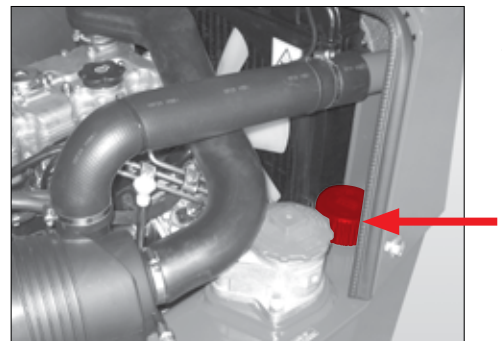
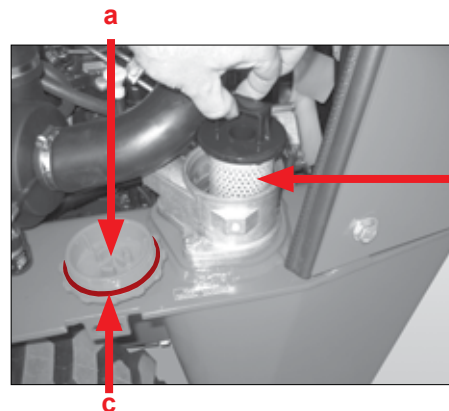

Fig. 101
Fig. 105
Ventilationsfilteret sidder på den hydrauliske olietank Pos. 1 (Fig. 101). Det sørger for ventilation og udluftning af den hydrauliske tank ved svingende hydraulisk oliestand. Ventilationsfilteret indeholder et filterelement, som forhindrer støv og snavs i at trænge ind samt oliestænk i at trænge ud. I ventilationsfilteret sidder der en ventil, som holder tanktrykket på ca. 0,5 bar. Dette tryk slipper ud, hvis den hydrauliske oliestuds åbnes!
11. Luk studsene til påfyldning af hydraulisk olie pos. 1 (Fig. 101).
- ▶ Åbn forsigtigt studsene til påfyldning af hydraulisk olie pos. 1 (Fig. 101), så trykket kan slippe ud af tanken.
1. Åbn studsene til påfyldning af hydraulisk olie pos. 1 (Fig. 101).
5. Luk studsene til påfyldning af hydraulisk olie pos. 1 (Fig. 101).
1. Tag filterindsatsen pos. b (Fig. 105) ud.
5. Fyld hydraulisk olie i oliestudsens pos. 1 (Fig. 101), indtil oliestanden har nået markeringen „maksimum“.
- ▶ Tøm trykket ud af den hydrauliske olietank ved at åbne påfyldningsstudsens til hydraulisk olie pos. 1 (Fig. 101), før dækslet til filterhuset pos. a (Fig. 105) skrues af! Ellers presses der olie ud af filterhuset, som kan komme i miljøet.
1. Skru dækslet til filterhuset pos. a af (Fig. 105).
2. Tag filterelementet pos. b (Fig. 105) ud.
4. Kontrollér tætningen pos. c (Fig. 105). Udskift tætningen, hvis den er i stykker.
5. Skru dækslet til filterhuset pos. a på (Fig. 105).
6. Luk studsene til påfyldning af hydraulisk olie pos. 1 (Fig. 101).